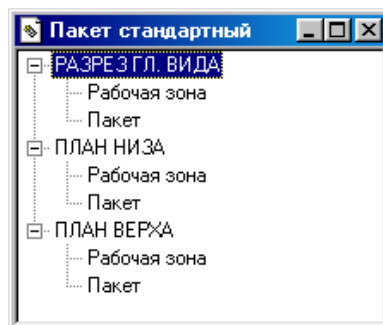

Рисунок 1.40 – Вікно меню проектування пакету стандартного
– натискується кнопка "Проектування об'єкта". Після натискання на кнопку автоматично завантажується КОМПАС-ГРАФІК, відкривається складальне креслення й на екрані з'являється командне меню (рис. 1.40).